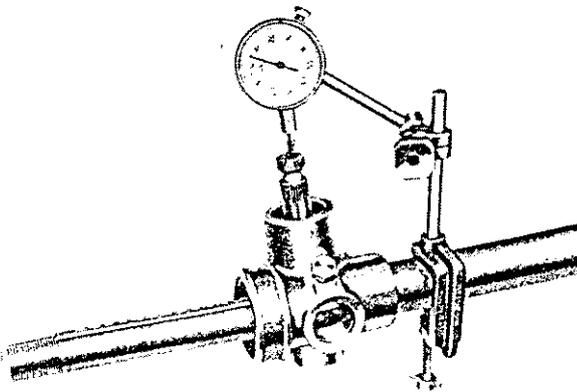

Abb. 8 Ausmessen des Zahnstangenritzel-Axialspieles
1. Anlaufscheibe (6), Büchse (5) und Haltering (3) an das Ritzel (39) anbringen. Diesen Zusammenbau in das Ritzelgehäuse einführen und das Ritzel mit dem Sprengring (1) sichern.
2. Eine Meßuhr wie auf Abb. 8 gezeigt auf dem Rohr befestigen. Das Ritzel so weit wie möglich herunterdrücken und die Uhr auf Null stellen. Die Welle anheben, bis der Haltering den Sprengring berührt, dabei die Uhranzeige notieren, die das Gesamtaxialspiel der Ritzelwelle angibt. Sprengring (1) entfernen und die Ritzelwelle herausziehen. Haltering (3) herausnehmen und eventuell die Gummiringe erneuern.
4. Scheibenpacken (4) und Haltering (3) an das Zahnstangenritzel anbringen. Den Zusammenbau wieder in das Gehäuse einsetzen und abschließend mit dem Bolzen (2) und dem Sprengring (1) absichern.